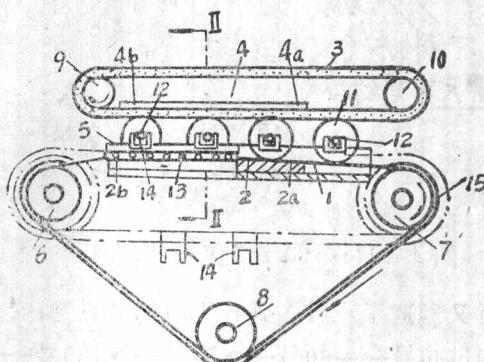

图8 加工有心轴的圆柱体工件的高效磨床⑩
工件⑩ 图8 表示了这种砂带磨床的结构。这种磨床系与心轴同心地加工电动机转子外圆的磨床。作为工件的转子就装放在滚动台5上，靠着弹性传送带3的压力和摩擦力，随着装于链条13上的支架14的移动，工件就在具有一定斜度的压磨板2上一边转动，一边就由砂带1以一次走刀磨削外圆表面。加工工时减小到以往的 $1/3$ ；在加工精度方面，不圆度为 $3\sim7\mu\text{m}$ ，平直度为 $2\sim16\mu\text{m}$ 。不过在传送带和工件支持方法上，还有进一步研究的必要。